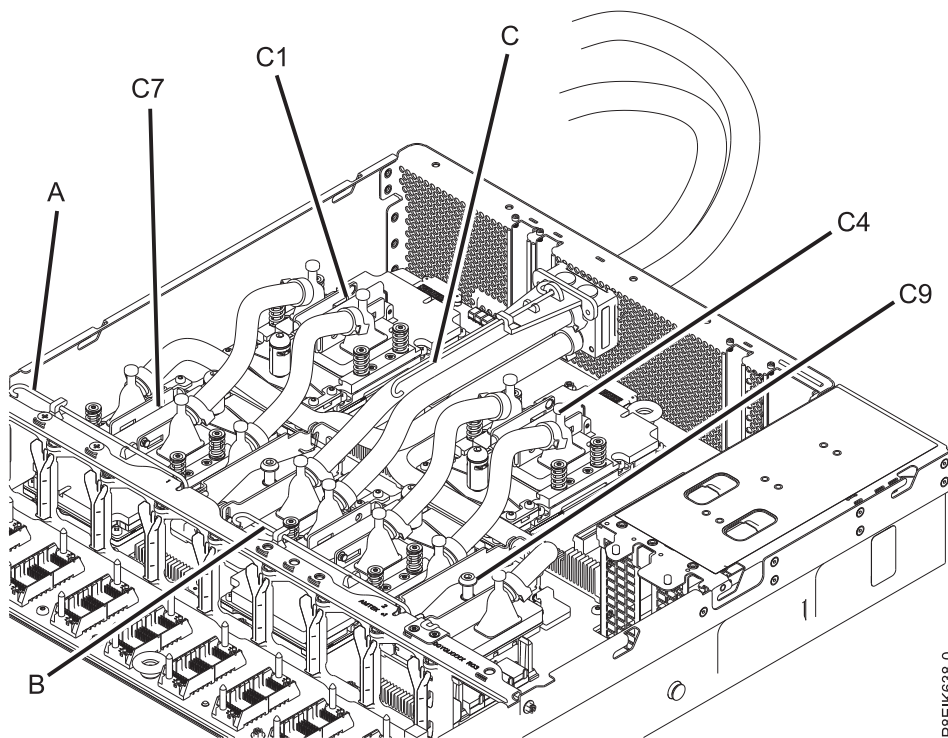

Figura 77. Clips de servicio de la placa refrigeradora
3. Para la GPU que está extrayendo, extraiga la placa refrigeradora. Consulte la Figura 77.
- Para la placa refrigeradora en la posición C1, utilice el gancho de servicio (A).
- Para la placa refrigeradora en la posición C4, utilice el gancho de servicio (B).
- Para la placa refrigeradora en las posiciones C7 y C9, utilice el gancho de servicio (C).